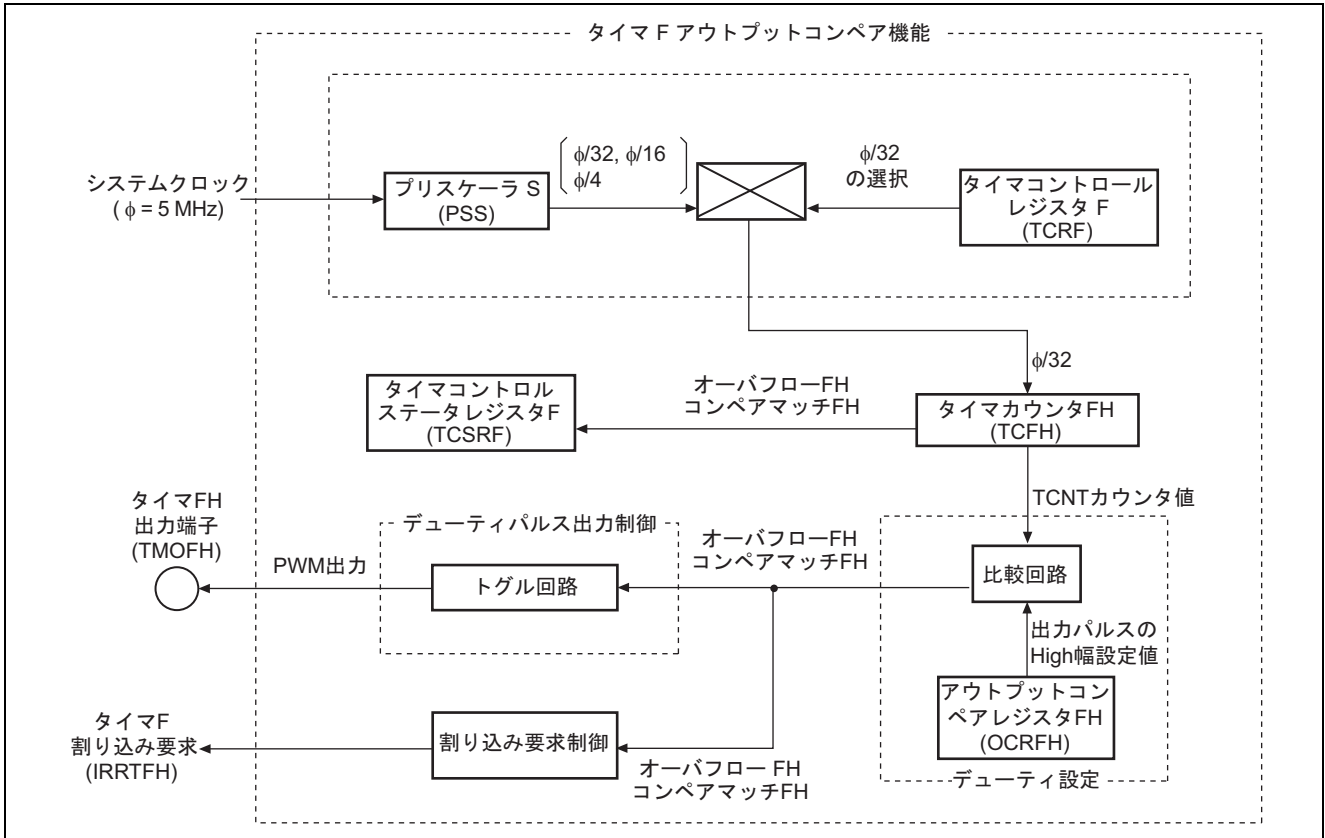

図 2 タイマ F アウトプットコンペア機能ブロック図
- a. 図 2 にタイマ F アウトプットコンペア機能のブロック図を示します。以下にタイマ F アウトプットコンペア機能のブロック図について説明します。